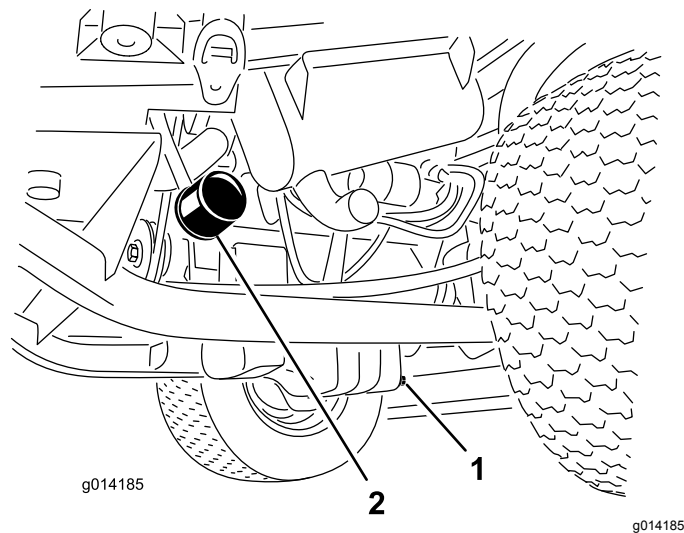

Figura 32
1. Retire o tampão de escoamento (Figura 32) e deixe o óleo escorrer para um recipiente adequado.
3. Retire o filtro do óleo (Figura 32).